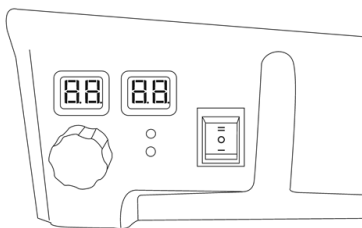

Figure 4
2. Ouvrez la vanne de gaz et mettez l'interrupteur d'alimentation en position « II ». La fenêtre d'affichage de gauche indique la température de consigne, et celle de droite indique la température ambiante. Le chauffage s'allumera automatiquement lorsque la température réglée sera supérieure à la température ambiante (voir figure 4).